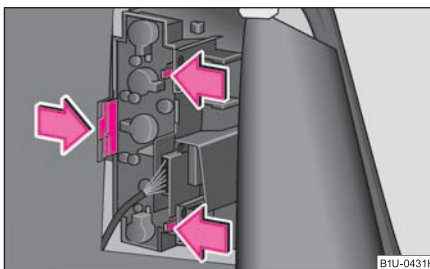

Fig. 179 Portbagajul: Suportul becurilor
- Apăsăți elementele de fixare în sensul săgeții ⇒ fig. 179 și scoateți suportul cu becuri.